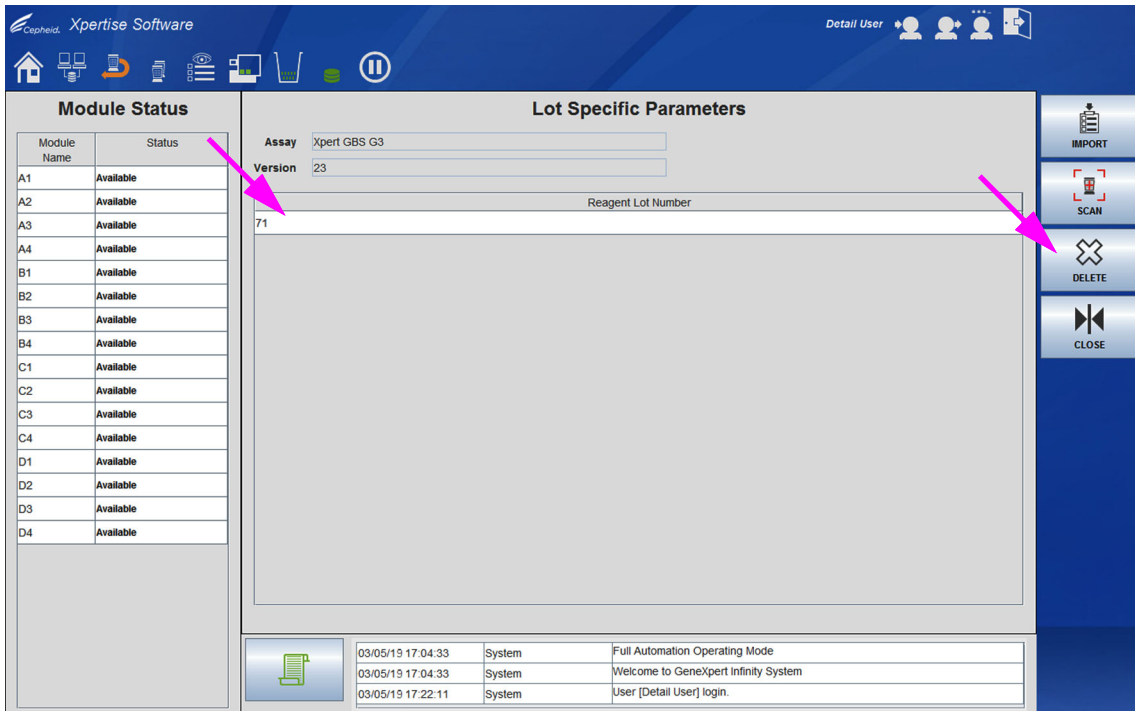
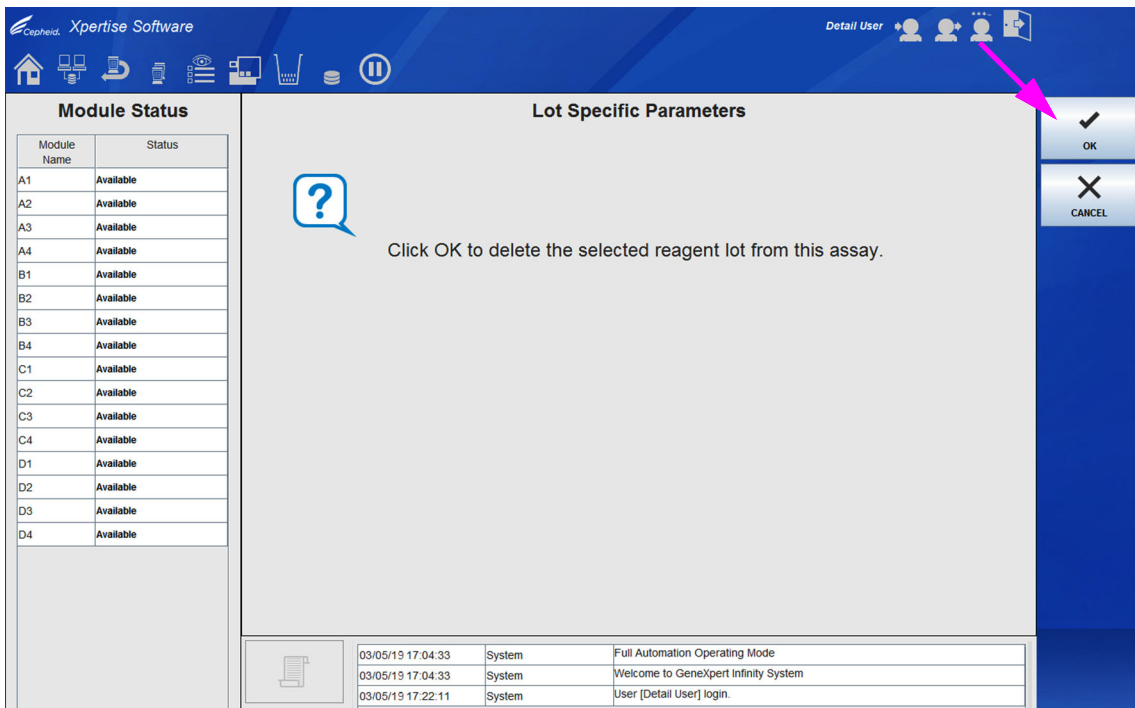

图 2-66. 从特定批次参数 (Lot Specific Parameters) 工作区删除一个检测法
图 2-67. Xpertise 试剂特定批次参数 (Lot Specific Parameters) 工作区确认消息
3. 选择想要删除的批号, 然后选择**删除 (DELETE)** 按钮。请参见图 2-66。
4. 出现确认消息请参见图 2-67。
5. 选择**确定 (OK)** 按钮以删除特定批次参数 (Lot Specific Parameters)。
6. 选择**关闭 (CLOSE)** 按钮以返回管理检测法 (Manage Assays) 菜单。请参见图 2-66。